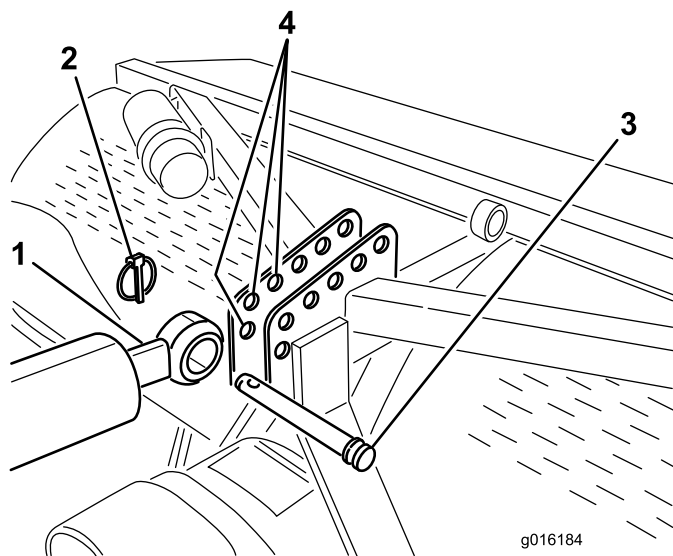
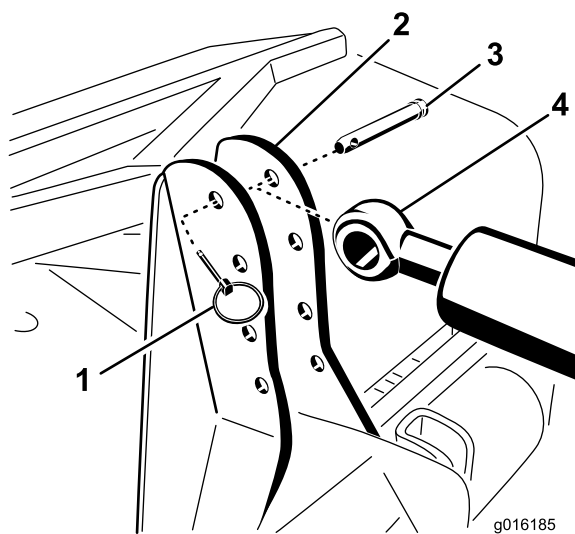

图6
图7
- 使用连杆销和保险销将液压顶部连杆的杆端固定至打孔机支架上最靠前的孔（图6 或图7）。